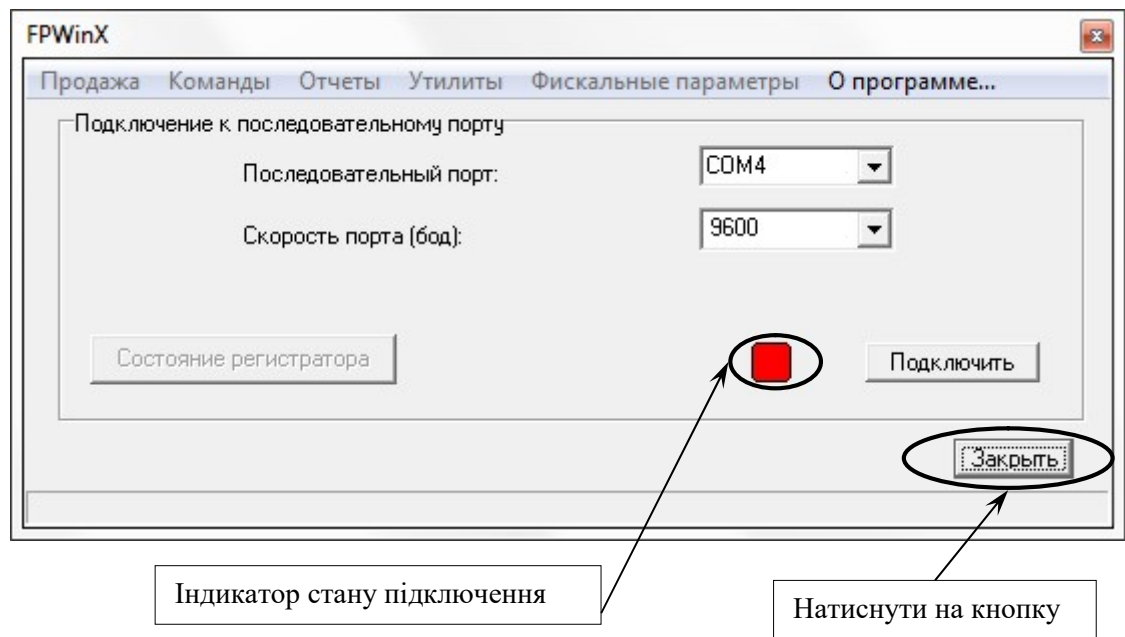

Рисунок 40
– у вікні програми «FPWinX.exe» індикатор стану підключення змінить колір на червоний (рисунок 40).
- закрити програму «FPWinX.exe» (рисунок 40);